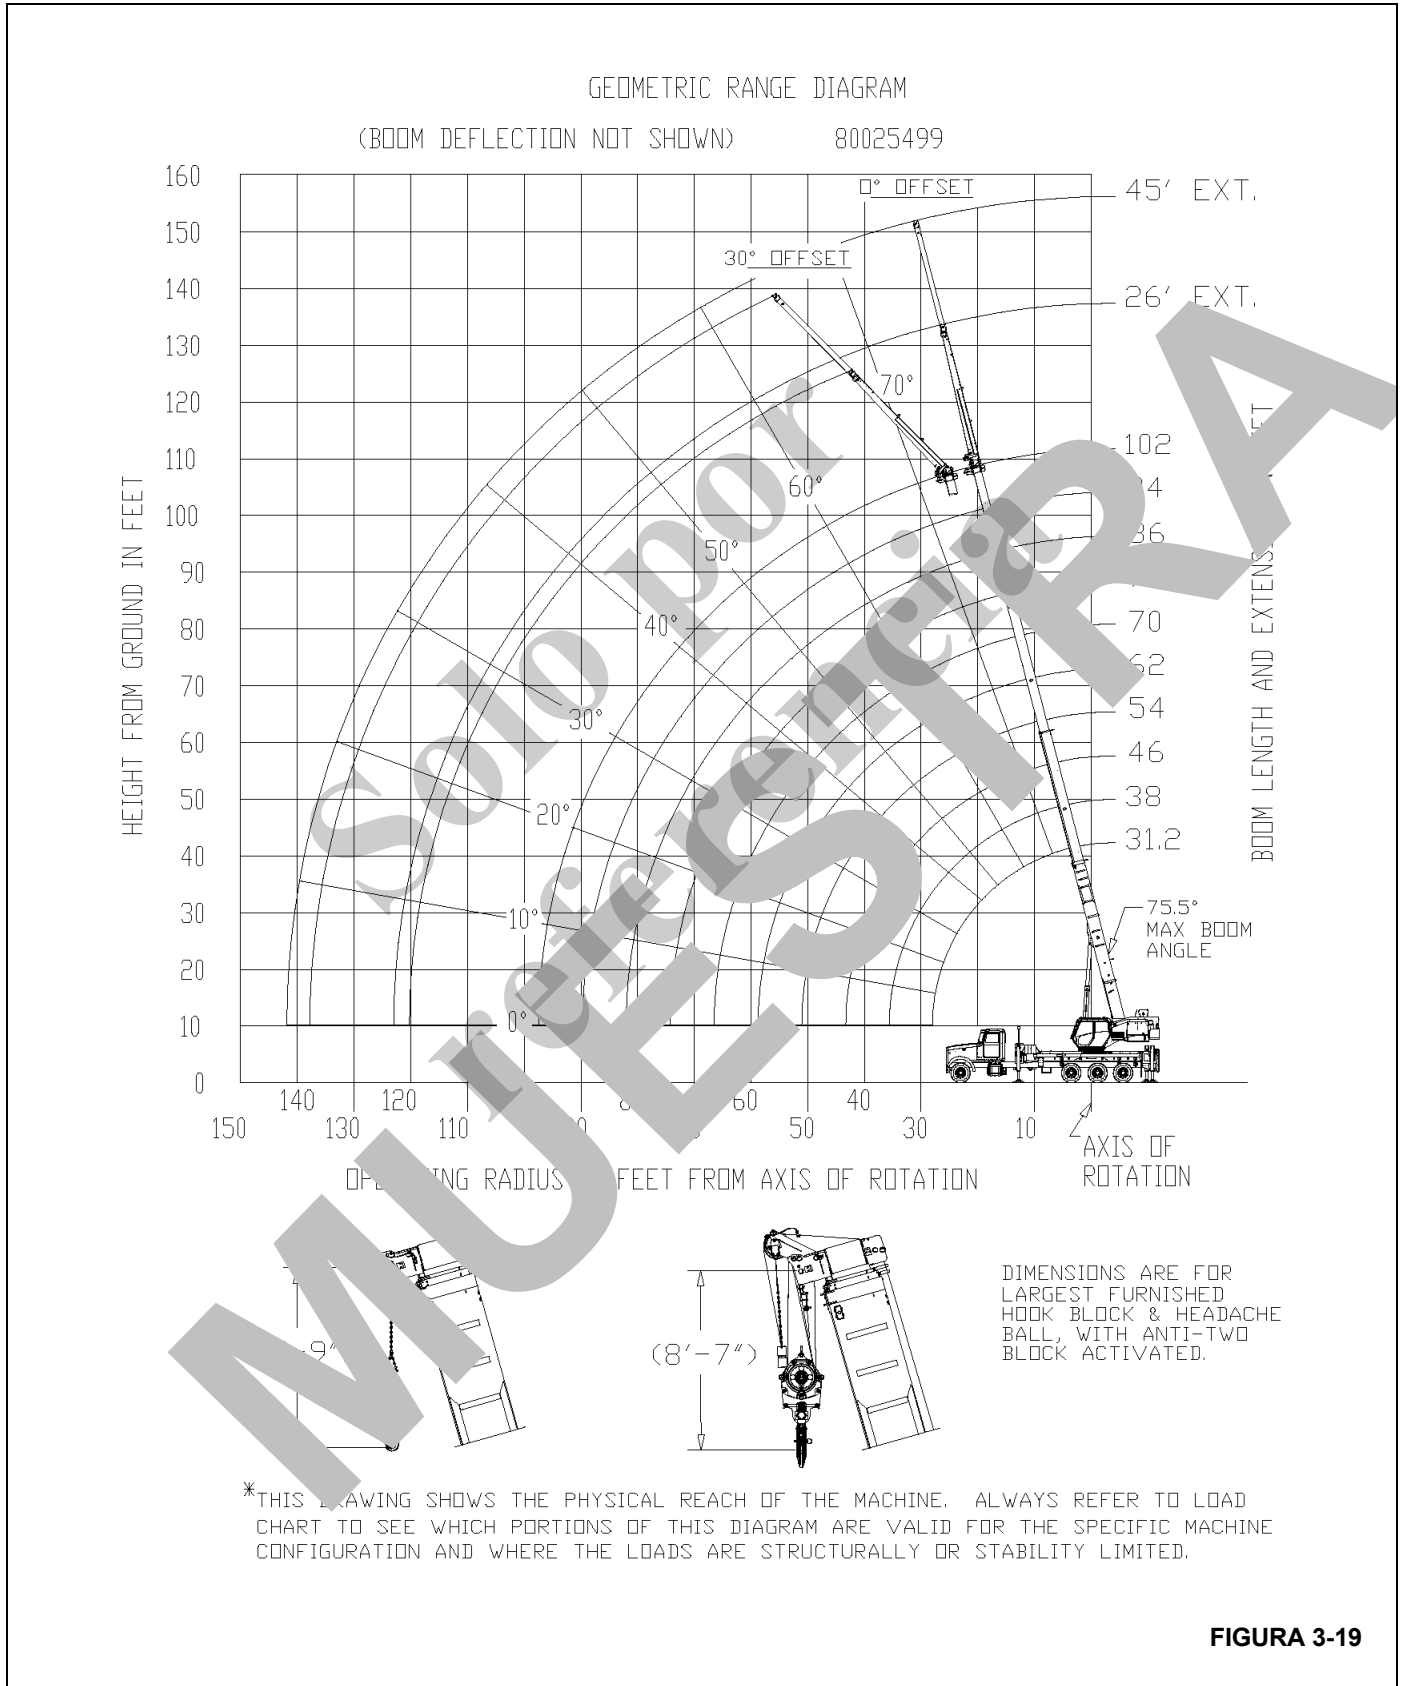

FIGURA 3-19
- **Diagrama de alcance:** El diagrama de alcance (Figura 3-19) muestra el radio de funcionamiento y la altura de la punta de la pluma sin carga correspondientes a todos los largos y ángulos de la pluma. Debe usarse como guía para colocar el cable sin carga y para determinar la altura aproximada a la cual se puede elevar la carga.
- El diagrama de alcance (Figura 3-19) muestra el radio de funcionamiento y la altura respecto a la horizontal de la pluma sin carga.